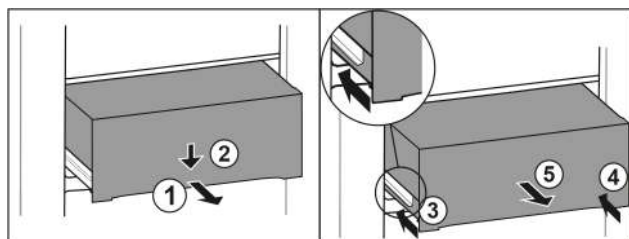

Fig. 100
- Вытяните выдвижной ящик наполовину. Fig. 100 (1)
- Вдавите выдвижной ящик в передней части вниз. Fig. 100 (2)
- Задвиньте левую направляющую прим. на 2 см. Fig. 100 (3)
- Задвиньте правую направляющую прим. на 2 см. Fig. 100 (4)
- Извлеките выдвижной ящик движением вперед. Fig. 100 (5)